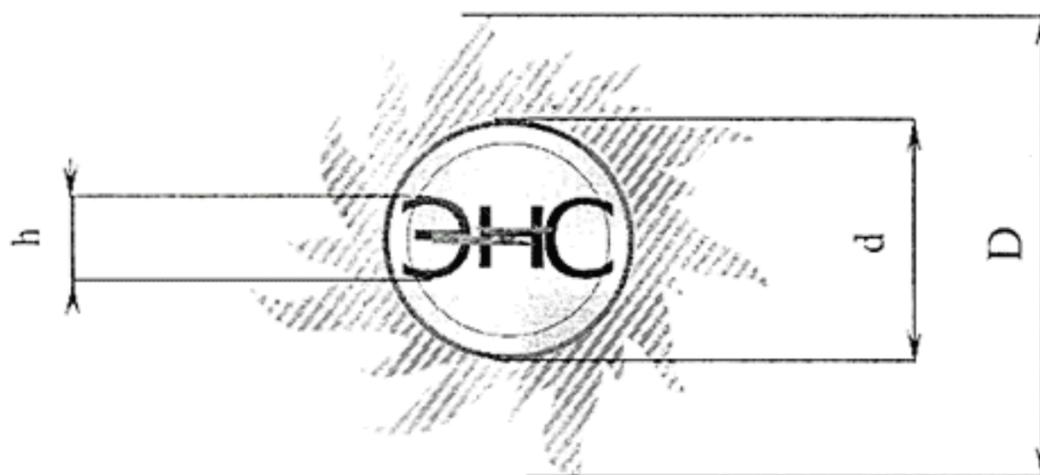

Рис.1 Знак соответствия Системы
5.2. Знак Системы представляет собой графическое изображение набора стилизованных элементов – окружности, с внешней стороны которой расположены "языки", символизирующие выброс энергии, трех букв внутри круга – Э, П, С – с горизонтальным наложением на них ломаной стрелки, изображающей разряд молнии (Рис. 1).
5.3. Размеры знака Системы определяет держатель сертификата Системы, соблюдая относительные пропорции между его основными стилизованными элементами. Относительные размеры элементов знака Системы составляют: $D=1,8d$; $h=0,4d$ (Рис. 1).